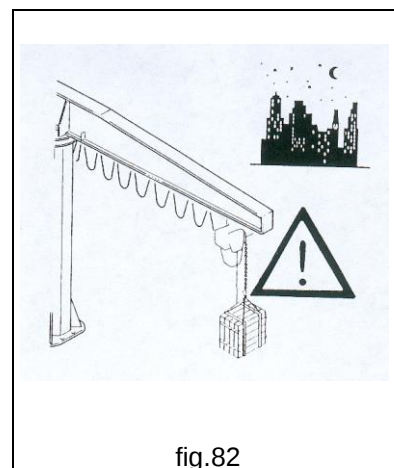

fig.82
- **NE JAMAIS** laisser la charge suspendue non gardée (fig.82).